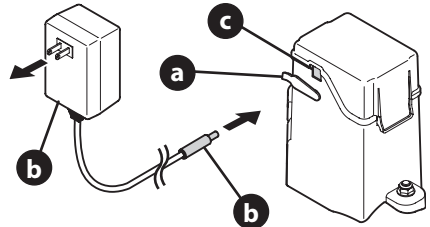

Figura 44
- Abra la tapa del puerto de carga (a) y enchufe el cable del cargador (b) en el puerto de carga (c) (Figura 44).